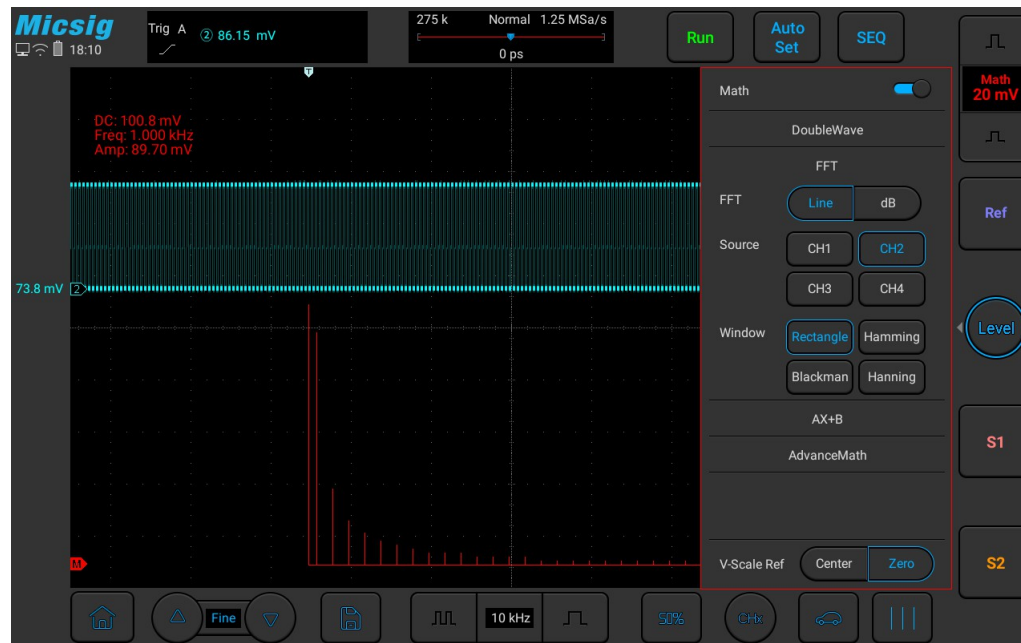

Abbildung 9-3 FFT-Fenster
- 2) Tippen Sie auf den Spektrumstyp „Line/Decibel“ (Linie/Dezibel) v o n „“, um das FFT-Fenster zu öffnen (siehe Abbildung 9-3 FFT-Fenster).